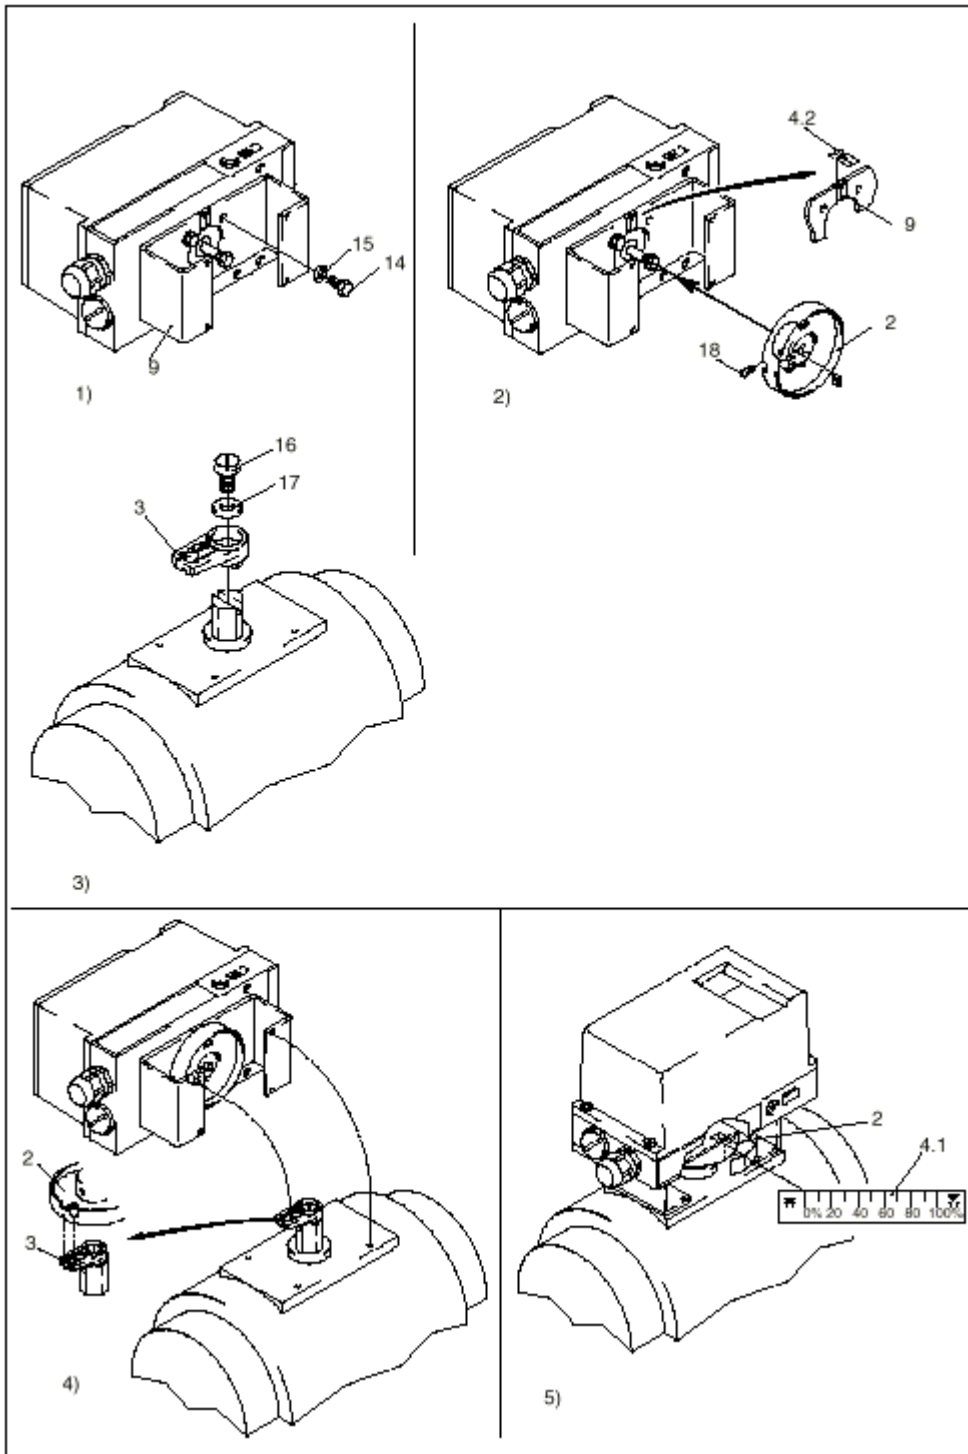

Рис. 2 Процесс монтажа “Поворотный привод”
Объем поставки блока-приставки «Поворотный привод» включает (тек. № см. рис. 2):
3.3.1 Процесс монтажа (см. рис. 2)